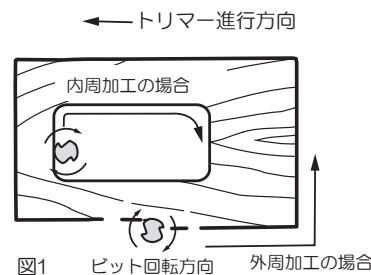

図1 ピット回転方向
7. 面取りなど材料の側面加工を行なう場合には、図1の矢印方向に本体を送り切削してください。